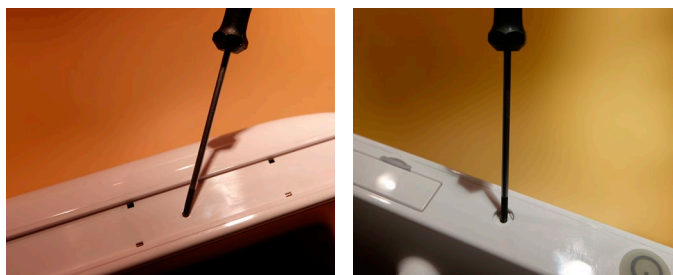

図6 ネジの取り外し
- e) ディスプレイ装置の4つの端のネジをすべて外します(図6)